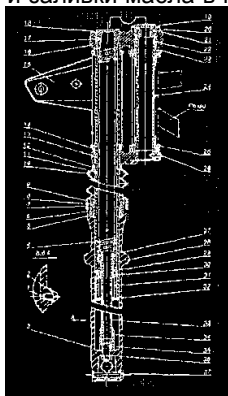

Рис.19. Передняя вилка
5.5.1. Передняя вилка мотоцикла - телескопического типа, с гидравлическими амортизаторами. (рис. 19)